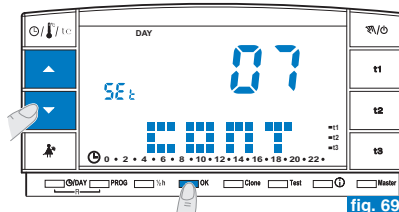
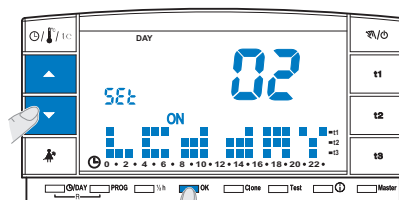
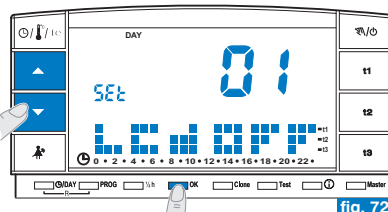

fig. 69
fig. 70
fig. 72
- Modificar el valor de contraste seleccionando utilizando las teclas **▲▼**; a cada impulso se corresponde una variación de 1 punto (ejemplo fig. 69).
- Desde la pantalla de visualización del contraste de la pantalla (ejemplo fig. 69) pulsar las teclas ▲▼ para visualizar el nivel "02" LCd dAY (ejemplo fig. 70).
- Desde la pantalla de visualización del contraste de la pantalla (ejemplo fig. 69) pulsar las teclas ▲▼ para visualizar el nivel "01" LCd OFF (ejemplo fig. 72).